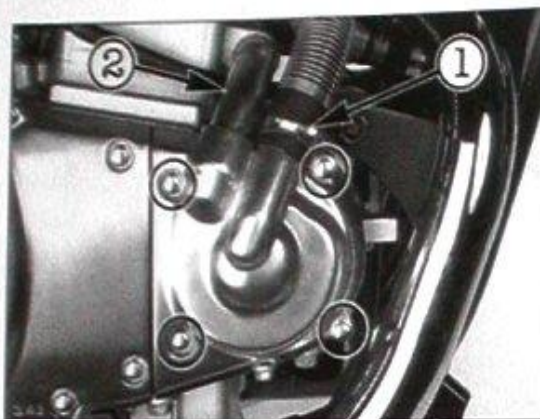

Bild 128
- Schlauchschelle (Bild 128) lösen und Kühlmittelschlauch ① von Pumpe abnehmen. Befestigungsschrauben der Pumpe ausdrehen. Pumpendeckel zusammen mit Kühlmittelrohr ② abnehmen.